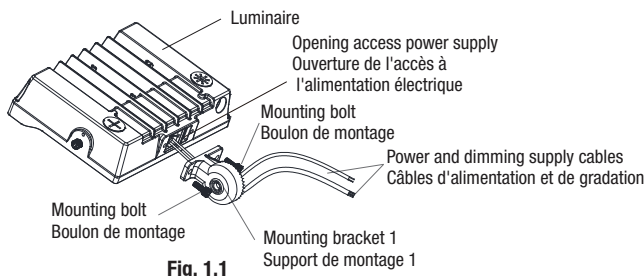

Fig. 1.1
2. Match the back opening access power supply of luminaire with the hole of first mounting bracket, pass the power and dimming cables through. Install the first mounting bracket on the luminaire by using provided mounting bolts as shown in Fig. 1.1 (watch out not to scratch cables).
2. Superposer l'ouverture arrière de l'accès de l'alimentation du luminaire avec le trou du premier support de montage et faire passer les câbles d'alimentation et de gradation. Fixer le premier support de montage avec les boulons fournis comme montré dans la Fig. 1.1 (attention à ne pas endommager les câbles).